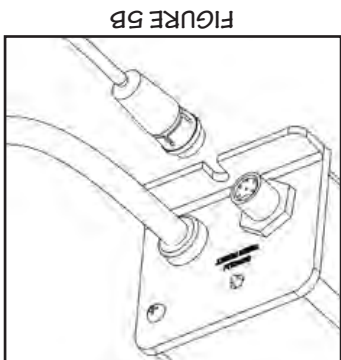
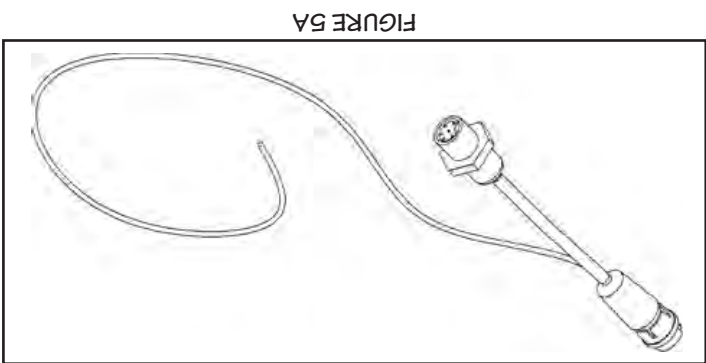

FIGURE 5B
FIGURE 5A
6. *Sortie 4-20 mA (en option)* : Pour ceux qui veulent pouvoir transmettre, à l'aide d'un signal 4-20 mA, les données sur l'intensité UV à un lieu éloigné, un câble "Y" de 20 mètres de long (65 pi) est vendu en option chez votre détaillant (Figure 5A). Pour l'obtenir, commander le câble no 260134. Pour l'installer, vous devez premièrement débrancher le câble original du capteur du contrôleur Cobalt "Plus" (Figure 5B) et y brancher le nouveau câble "Y" (Figure 5C). Ensuite, brancher l'extrémité mâle du câble original du capteur à l'extrémité femelle du nouveau câble "Y" ; Finalement, brancher le câble 4-20 mA à l'appareil approprié et s'assurer que tous les raccordements sont bien serrés.